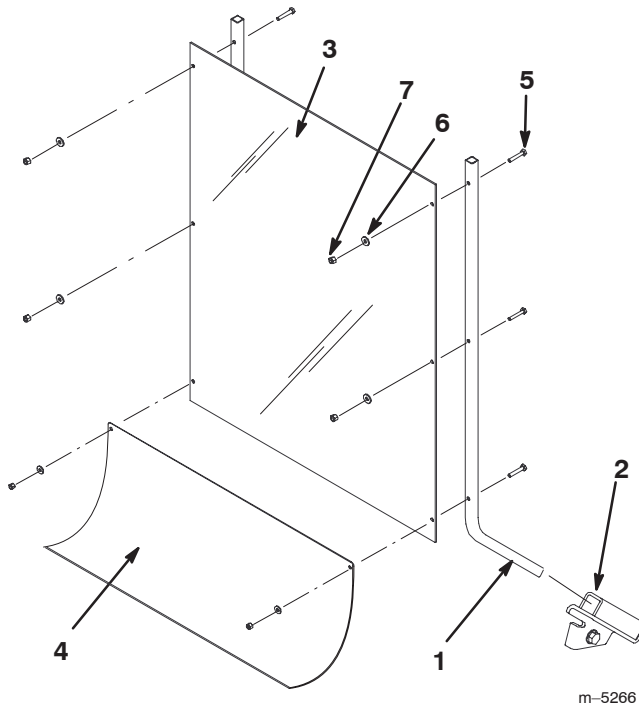

Figure 5
1. Glissez les supports de l'écran de protection dans les emplacements des pattes de l'écran sur le groupe de déplacement (Fig. 5).
2. Montez l'écran de protection et la jupe flexible sur les supports comme illustré à la Figure 5, à l'aide de 6 boulons (1/4 x 1-1/2 pouces), rondelles et contre-écrous (1/4 pouce).